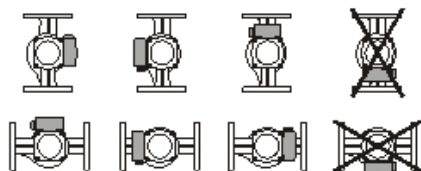

рис.3
5.2.2. Между болтом и гайкой и комбинированным фланцем необходимо устанавливать шайбы (Рис.3, поз.1).